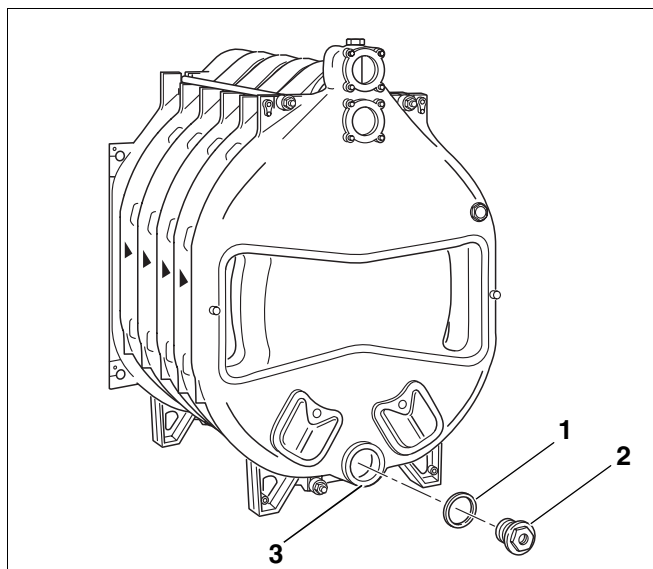

Рис. 21 Установка фланца
- Закрывать спереди и сзади нижнюю ступицу котла (рис. 21, поз. 3). Для этого установить на соответствующие ступицы котла уплотнения (рис. 21, поз. 1) и заглушки (рис. 21, поз. 2).
- Заглушка с резьбовым отверстием диаметром $\frac{3}{4}$ " для наполнения и слива (рис. 21, поз. 2) устанавливается на задней стороне котла.